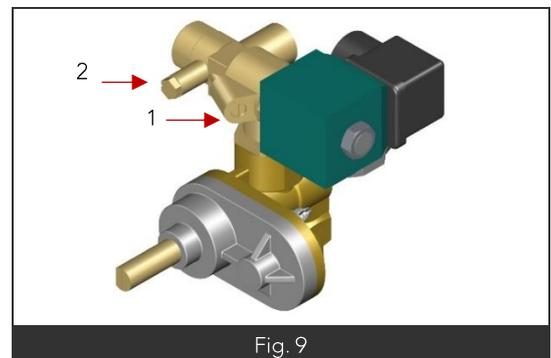

Fig. 9
- Régler la vis (fig9 rep1) visser pour diminuer le ralenti et dévisser pour l'augmenter.
- La pression peut être mesurée sur la prise de pression (fig9 rep2)
- Déposer la plaque fonte, les réfractaires et le support. (Fig9)
- Déposer l'injecteur (Fig9 Rep2), le remplacer par l'injecteur souhaité selon le tableau ci-dessus (paragraphe 4.1)